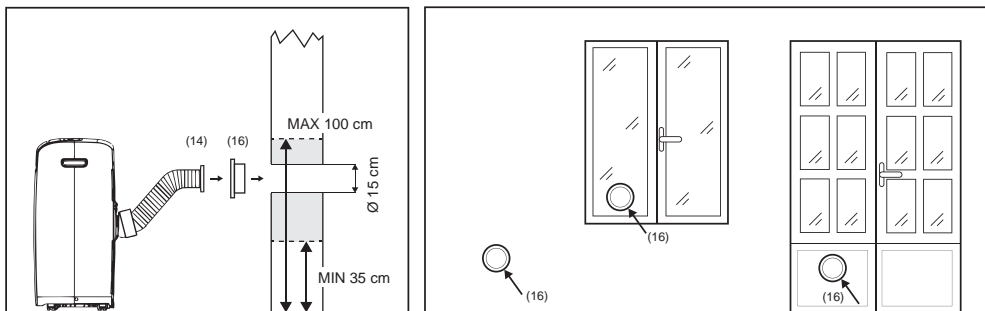

Fig. 7 & 8
- Boor een gat in een buitenmuur of door een kozijn. Zorg ervoor dat u de MIN/MAX-afmetingen voor de grootte van het gat en de positie ervan aanhoudt. (Fig. 7 en 8)